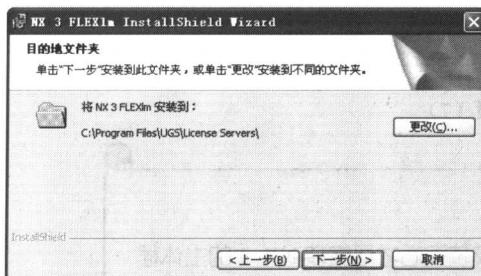
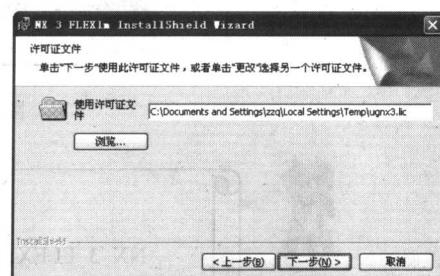

图 1-5 安装步骤 (3)
图 1-6 安装步骤 (4)
(7) 单击【下一步】按钮，继续安装，如图 1-5 所示。
(8) 在对话框中单击【更改】按钮，选择服务程序的安装路径。
(9) 单击【下一步】按钮，进入许可证文件选择步骤，如图 1-6 所示。